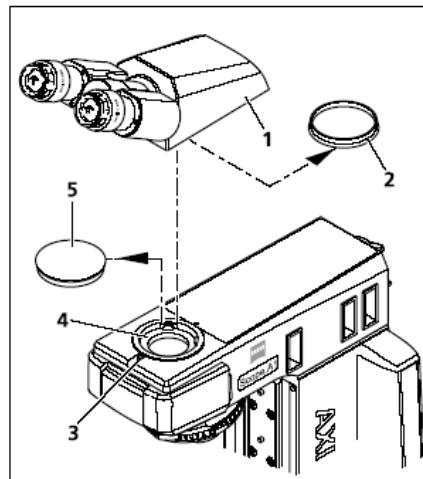

图 3-3 安装双目观察筒
- 用圆头螺丝刀 SW 3 松开六角形插口螺丝（图 3-3/3）。从筒的底部和立柱的燕尾环插座取下防尘罩的盖子（图 3-3/2 和 5）。
- 从一个角度握住双目观察筒（图 3-3/1）或三目观察筒，将其插入到立柱的带有燕尾环的插座中（图 3-3/4）。然后将其推到水平为止。将双目镜筒转到想要的观察位置，用圆头螺丝刀拧紧六角插座螺丝。